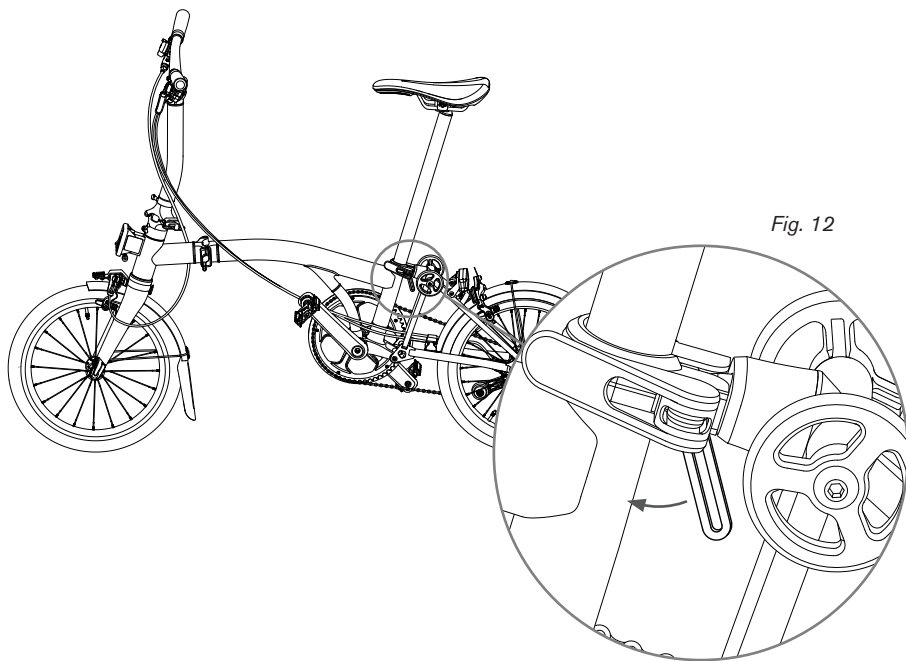

Fig. 12
- Inserte el cable interno IC en su funda CH (fig. 12)
- Mediante el uso de alicates o de una herramienta similar, tire del cable por la funda e insértelo en el desviador (fig. 12)